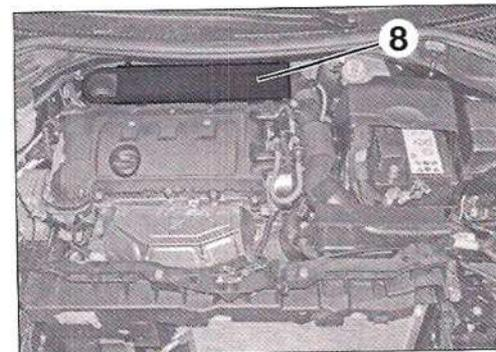

FIG. 2
- Desconectar la batería, y desengrapar el tubo del circuito de vacío en (A).
- El resonador (2)
- El tornillo (4)
- La conexión de entrada de aire (3)
- Los tornillos de fijación de la carcasa (5) y (6)
- La carcasa (7)
- Desmontar el elemento filtrante (8) (Fig.2).